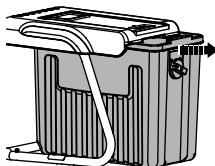

Figura 2
Disimballaggio (Figura 2)
2. Per uno stoccaggio e un trasporto compatti, il cippatore (7) può essere riposto nel vassoio di raccolta (5). Estrarre il vassoio di raccolta (5) dal telaio ed estrarre il cippatore (7) e gli accessori, come mostrato nella figura 2.